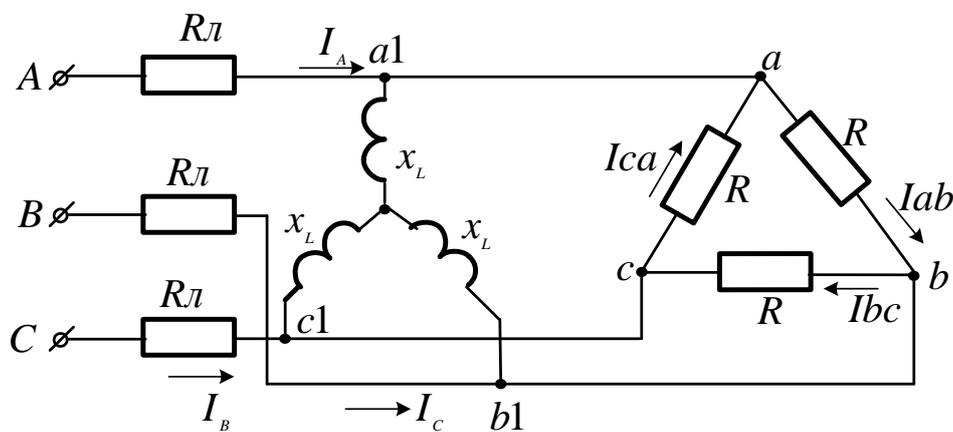

Рисунок 56
**Задача 59.** В схеме (рис.56)  $U_L=120\text{В}$   $R_L=1(\text{Ом})$ ;  $R=15\text{Ом}$ ;  $x_L=5\text{Ом}$ ; Определить токи в линии и фазах приемника, активную мощность цепи.